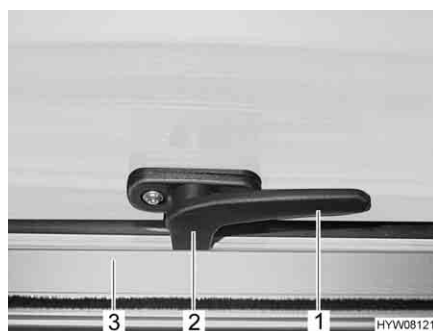

Fig. 53 Leva di serraggio in posizione "Chiuso"
- Ruotare la leva di serraggio (Fig. 53,1) di un quarto di giro verso il centro della finestra.
- Ruotare la leva di serraggio (Fig. 53,1) di un quarto di giro verso il telaio della finestra. Il nasello di chiusura (Fig. 53,2) si trova sul lato interno della chiusura della finestra (Fig. 53,3).